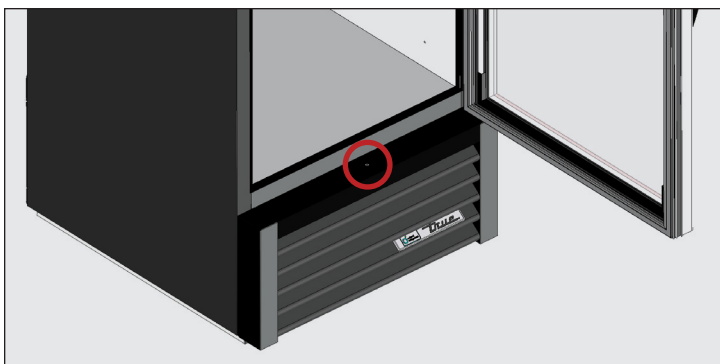

Fig. 1 Ubicación del tornillo de la rejilla apersianada frontal.
2. Retire la rejilla apersianada frontal del equipo. Consulte las figs. 1 y 2.